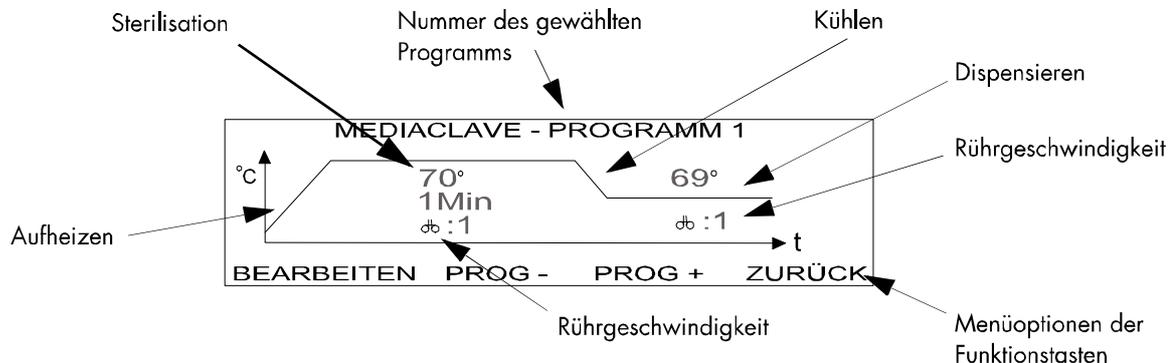

Abbildung 4.1: Der Bildschirm MEDIACLAVE PROGRAMM [1]
Abbildung 4.1 zeigt, wie der Ablauf des Sterilisationszyklus auf dem MEDIACLAVE PROG [#] Bildschirm dargestellt wird.
1. In der Startanzeige **MEDIACLAVE** drücken (Siehe Abschnitt 3.4.1). Der Bildschirm MEDIACLAVE PROGRAMM [#] erscheint (Siehe Abbildung 4.1)